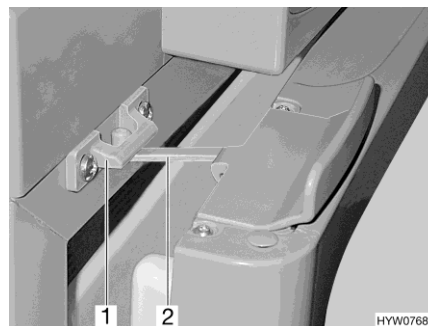

Fig. 130 Porte du réfrigérateur en position de ventilation (Thetford)
■ Ouvrir le verrouillage (Fig. 130,2) et l'enclencher dans le logement de verrouillage (Fig. 130,1). La porte du réfrigérateur reste ainsi légèrement ouverte.